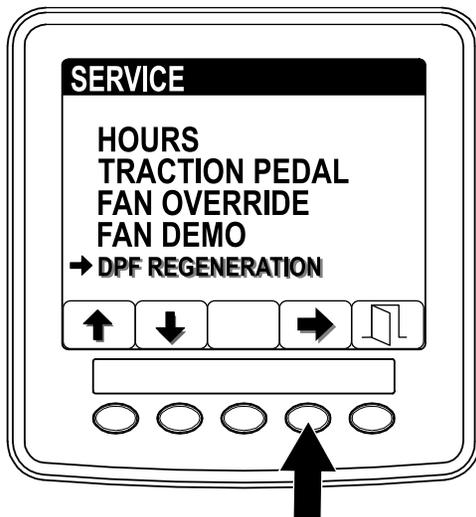

Figura 33
1. Accedete al menu Service e premete i pulsanti 1 o 2 per far scorrere il menu fino all'opzione DPF REGENERATION (Figura 33).
2. Premete il pulsante 4 per selezionare la voce DPF Regeneration (Figura 33).